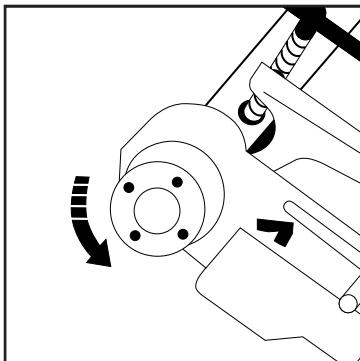

Рис. 5
5.5 После нарезания резьбы выключить клупп (дождаться полной остановки), освободить с помощью винтового прижима струбцину, перевести рычаг 5 в положение обратного (левого) вращения, рис. 5 и, после переключения рычага, крепко удерживая, включить клупп для свинчивания головки с нарезанной резьбы.